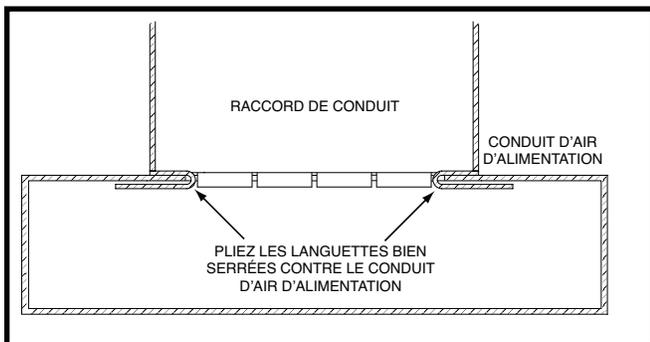

Figure 11. Languettes du raccord de conduit
8. Pliez les deux languettes vers le haut de 90° sur la plaque de montage. Voyez la Figure 11 \(page 9\).